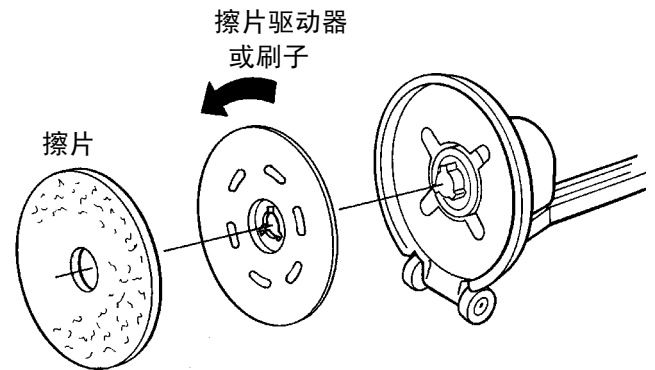

图 1
3. 将针座/刷子装到驱动马达中心，然后逆时针转动使之啮合（图 1）。